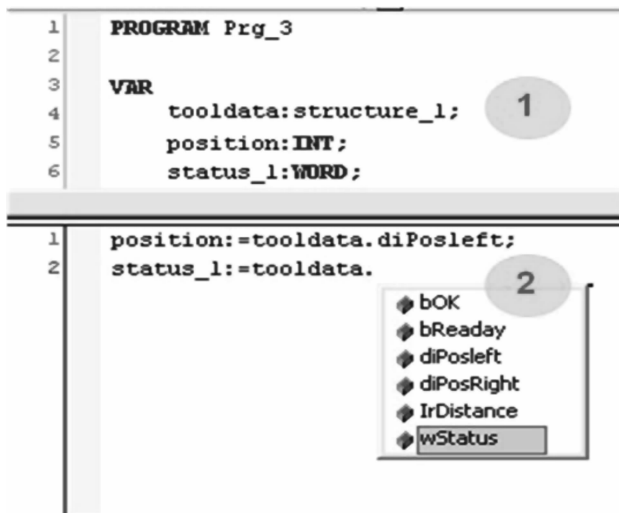

图 6-16 一个结构体变量下的所有元素
例 1：在编写一个程序组织单元时，首先声明变量为编辑好的结构体变量 (1) 即声明变量 `tooldata` 为结构变量 `structure_1`，如图 6-16 所示。然后在程序编辑区应用结构体变量时，先写出结构变量 `tooldata`，然后在其后加 “.”，就引导出结构体下的所有元素 (2)。